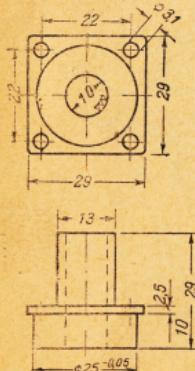

Рис. 8
**в) Обработка передней и задней крышек картера.** При изготовлении передней и задней крышек картера руководствуйтесь рис. 8 и 9. Обратите внимание на то, чтобы крышки